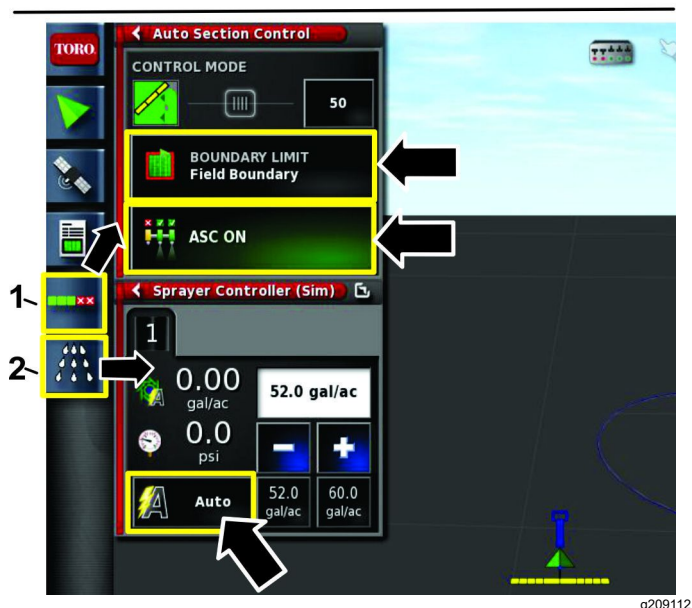

Figura 111
1. Premete l'icona CONFIGURAZIONE DEL CONTROLLER AUTOMATICO DELLE SEZIONI (icona ASC) e l'icona CONTROLLER DELL'IRRORATRICE per aprire queste schermate (Figura 111).
2. Premete l'icona ASC in posizione di ACCENSIONE, impostate il limite dei confini sulla posizione CONFINE DEL CAMPO e impostate il controllo del volume sulla posizione AUTO (Figura 111).